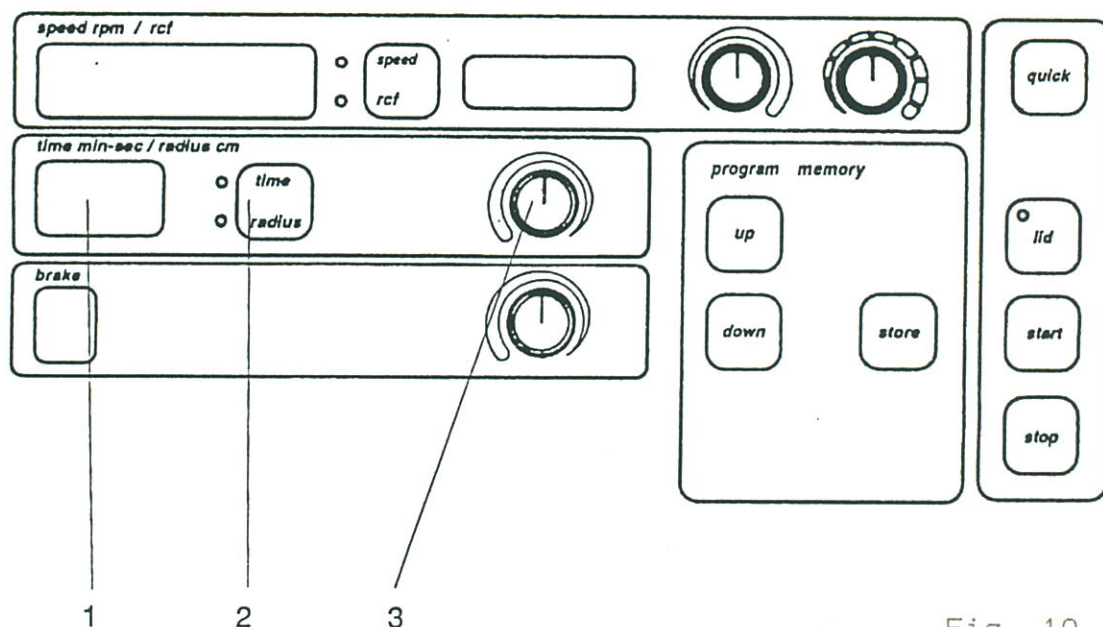

Fig. 10
Hold knappen (2) inde og indstil den valgte radiuskorrektion med knappen (3). Værdien aflæses i displayet (1). Knappen (2) slippes, og den indstillede tid fremkommer igen i displayet (1). Radiuskorrektionen kan aflæses til hver en tid ved tryk på knappen (2). (Se fig. 10).